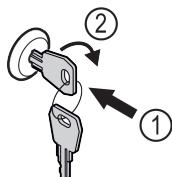

Fig. 171
- ▶ Zatlačte klúč Fig. 171 (1).
- ▶ Otočte klúč o 90° v smere hodinových ručičiek Fig. 171 (2).